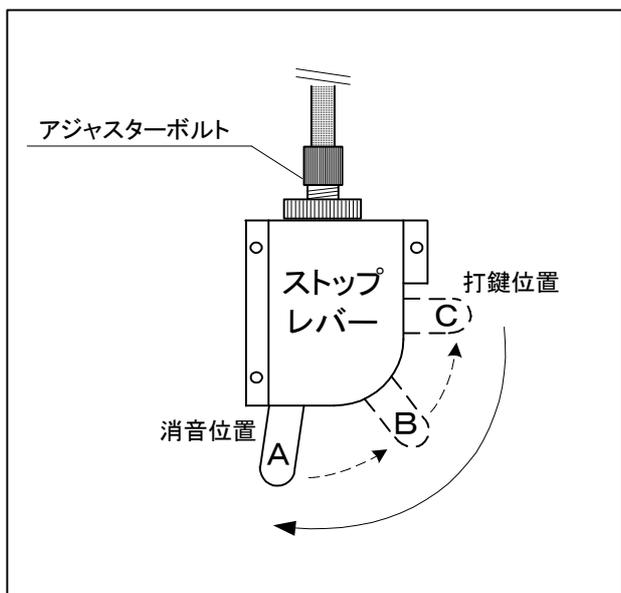

図 2.3-5 ストップレバーの動作確認
(9) 図 2.3-5 のようにストップレバーの動作確認を行う。